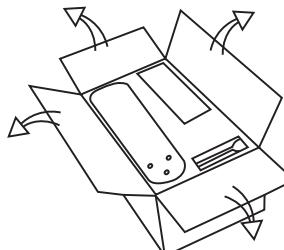

Fig. 1
- Déballez et inspectez soigneusement pour vous assurer toutes les pièces sont incluses et non endommagées. Disposez toutes les pièces sur un espace de travail (Fig. 1).